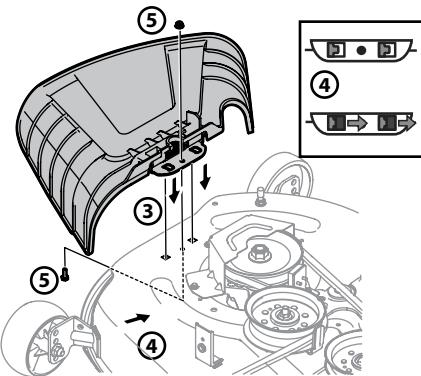

Figura 2-7
- Ubique el deflector del canal en la plataforma, asegúrese de insertar las lengüetas de dicho deflector en los orificios de la plataforma. Consulte la Figura 2-7.
- Después de colocar las lengüetas en la plataforma, deslice el deflector del canal hacia la parte posterior del tractor hasta que el orificio del perno que está en el deflector del canal quede alineado con el orificio de la plataforma. Consulte la Figura 2-7.
- Sujete el deflector del canal en su lugar con la tuerca de seguridad con brida y el tornillo hexagonal que se extrajeron en el paso 2. Ajuste a 102-124 in/lb. Consulte la Figura 2-7.